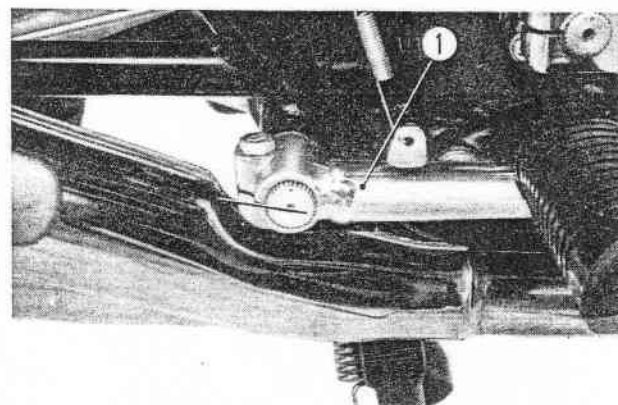

Fig. 2-8 ① Pédale de frein arrière
6. Monter la pédale de frein arrière et fixer le ressort de contacteur de stop. (Fig. 2-8)